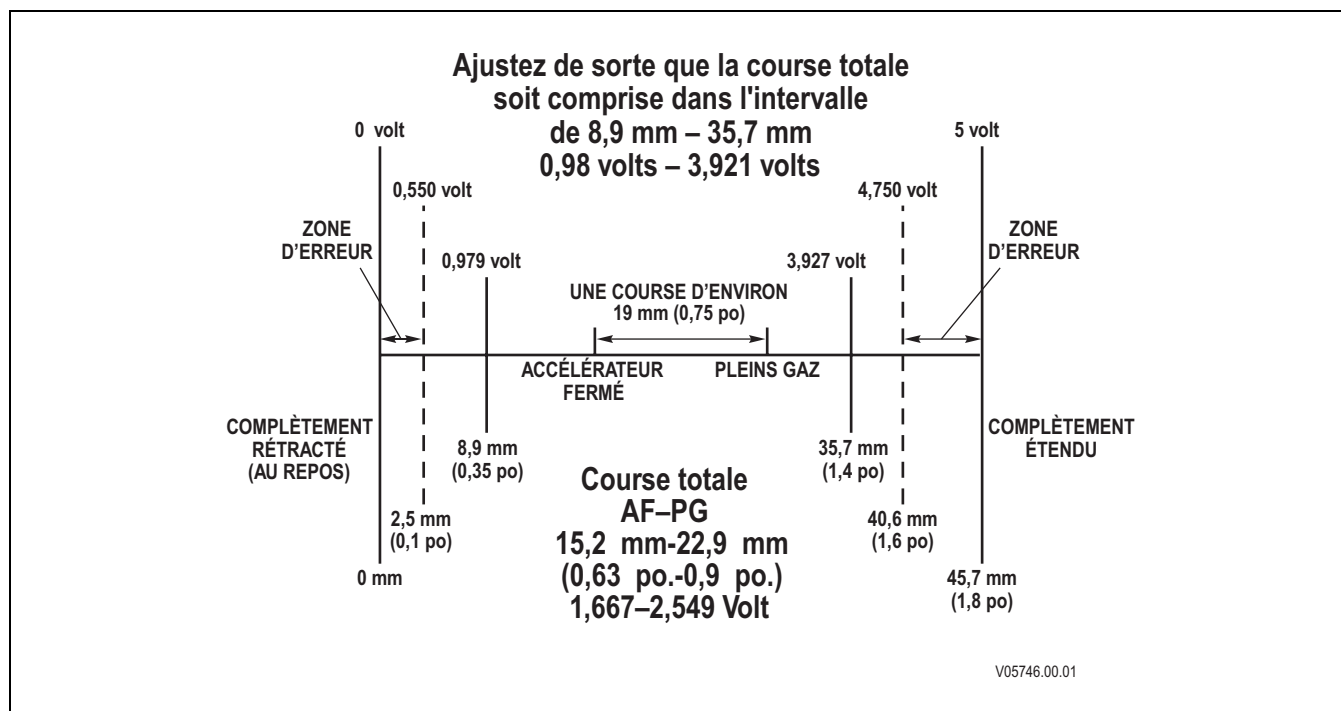
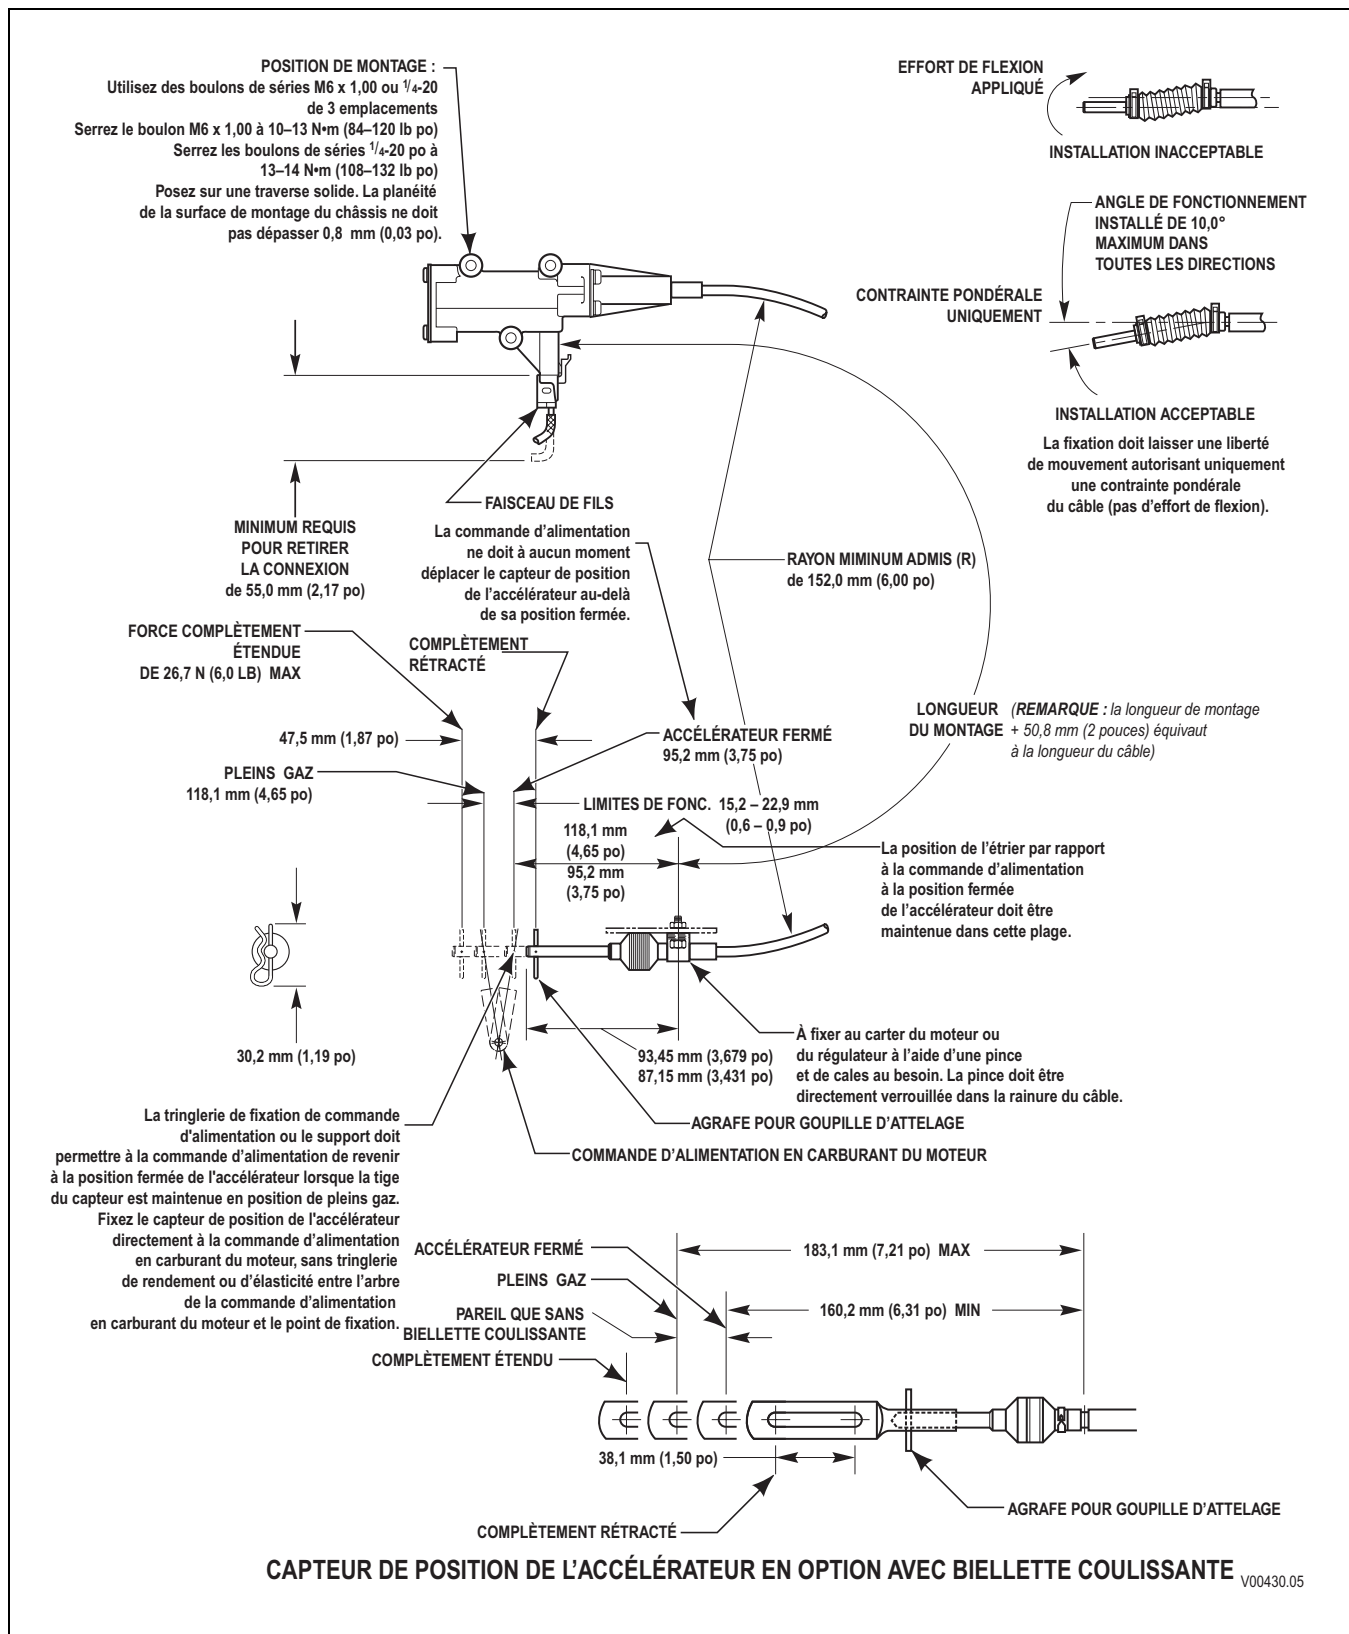

Figure F-2. Schéma de détermination de la position de l'accélérateur
Figure F-3. Réglage du capteur de position de l'accélérateur
2. Chaque position donne une tension différente. Le TCM convertit alors cette tension en un pourcentage d'ouverture de l'accélérateur. Chaque millimètre parcouru correspond à environ 0,110 volt. La Figure F-2 montre la relation entre la tension et le mouvement de l'accélérateur.
Si le CPA a été correctement installé par le fabricant (Figure F-3), il ne requiert en principe aucun réglage. Vérifiez que le capteur de position de l'accélérateur a bien été installé selon les spécifications du fabricant avant de le régler. La position de ralenti doit être de 8,9 mm ou 0,98 volt environ (ou davantage), et la position de pleins gaz doit être de 35,7 mm ou 3,921 volts (ou moins). Le CPA s'étalonne automatiquement et n'a par conséquent aucune position optimale en position fermée ou pleins gaz. Tant que la course est comprise entre 8,5 et 35,7 mm, le CPA est correctement réglé. La course totale doit être comprise entre 15,2 et 22,9 mm. Observez le mouvement du capteur de position de l'accélérateur à mesure que ses commandes le déplacent vers sa course totale. Assurez-vous que les positions de ralenti et pleins gaz de l'accélérateur ne se trouvent pas dans les zones d'erreur (Figure F-2). Les zones d'erreur apparaissent lorsque la position au ralenti est inférieure à 2,5 mm, ou lorsque la position pleins gaz est supérieure à 40,6 mm. Lorsque les positions de ralenti et pleins gaz de l'accélérateur se trouvent dans les zones d'erreur, le TCM enregistre un code. Lorsqu'un code de CPA est enregistré, le TCM sélectionne un réglage de gaz par défaut qui influe négativement sur la qualité des changements de vitesses.